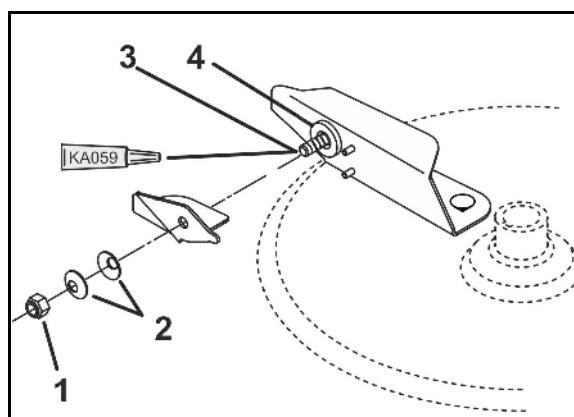

Fig. 91
- 2 x 8 skruer til bladfjærene (Fig. 91/1)